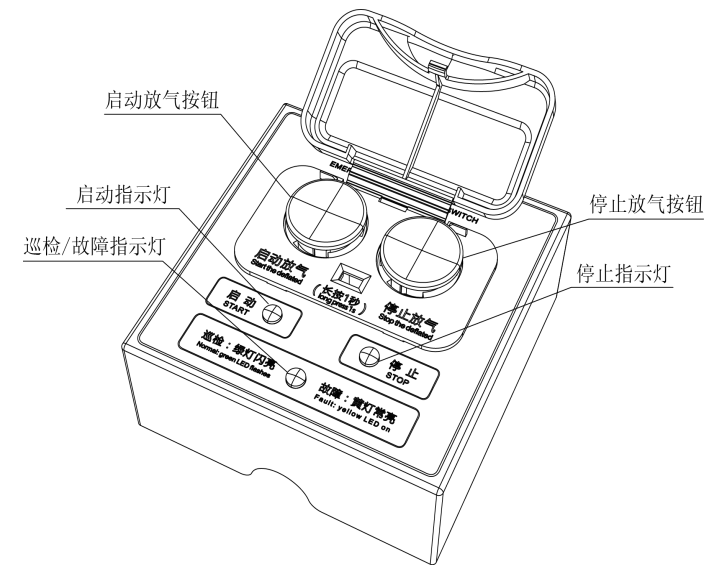
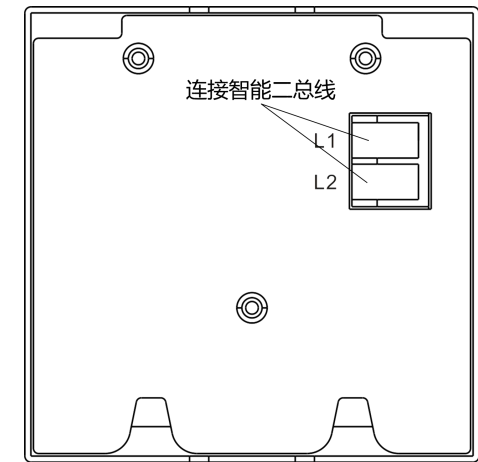

图 2
图 3
1. 紧急启/停按钮功能示意图如图 2、图 3 所示:
启动: 当火灾发生, 人工确认需要启动气体灭火系统时, 向上翻开黄色按钮保护罩 (如图 2 所示), 按下绿色启动按钮 (约 1s), 此时红色启动指示灯开始闪烁, 当收到气体灭火控制器火警确认命令, 启动指示灯常亮。